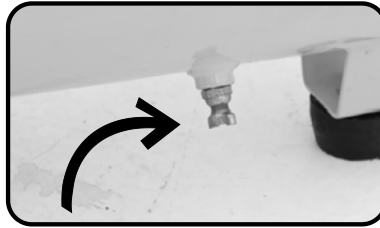

Fig. 15 – Válvula de descarga
- b) Suelte la válvula de descarga (conforme Fig. 15);